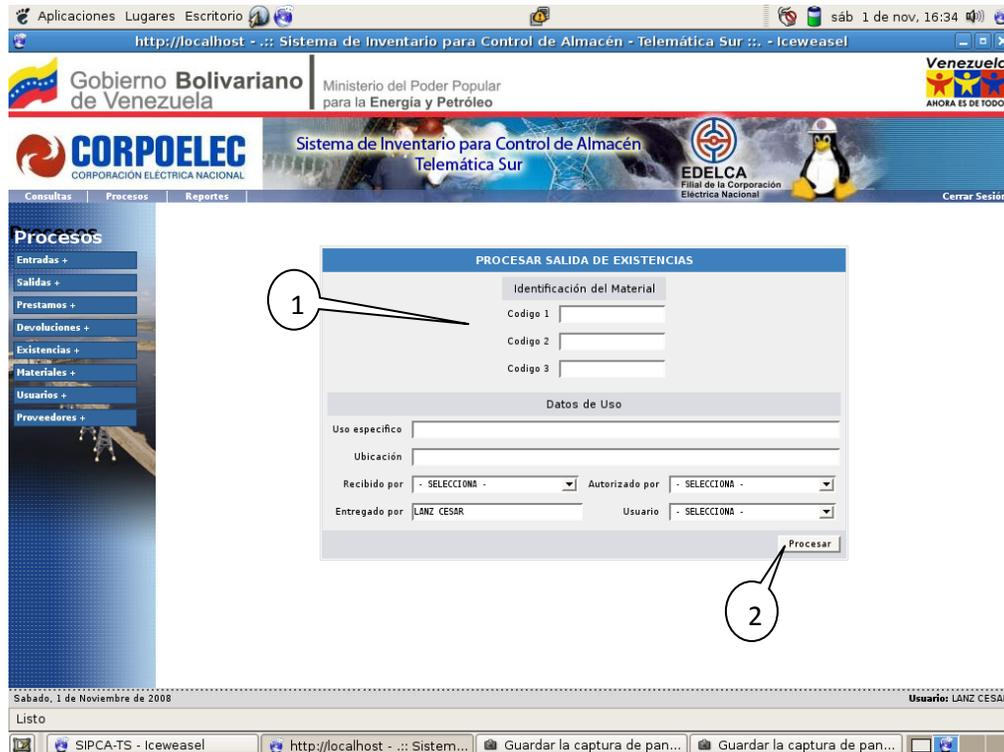

Figura 5.3. Registro de Salida ó Préstamo de Existencias.
Cabe destacar que el contenido de estos campo de texto (1) también se muestran en color al escribir los códigos de sistema de la existencia, si después de escrito el color de letra del código cambia a color verde esto quiere decir que dicho código esta correcto y que dicha existencia está disponible para ser asignada o prestada según sea el caso, por el contrario si el color de letra del código cambia a color rojo quiere decir que dicho código es incorrecto, no existe, o dicha existencia no está disponible. Este método de código de colores también se usa en todos los campos de texto donde se solicite cualquier código ó campo clave en cualquier parte del modulo de procesos. Al terminar de ingresar completamente los datos presionamos registrar (2). Ver figura 5.3.